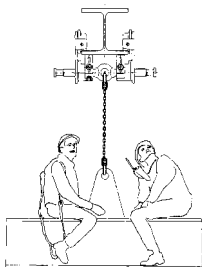

Abb. 3
- Die Benutzung des Hebezeuges zum Transport von Personen ist verboten (Abb. 3).